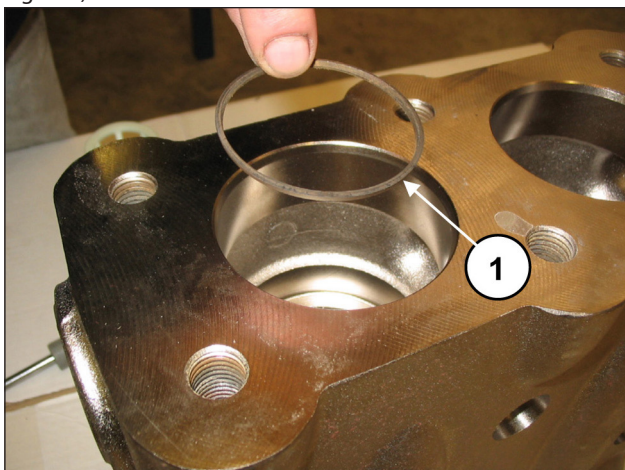

Fig. 111
Insérer la bague anti-extrusion, rep. vue éclatée 5 (rep. ①, Fig. 111).